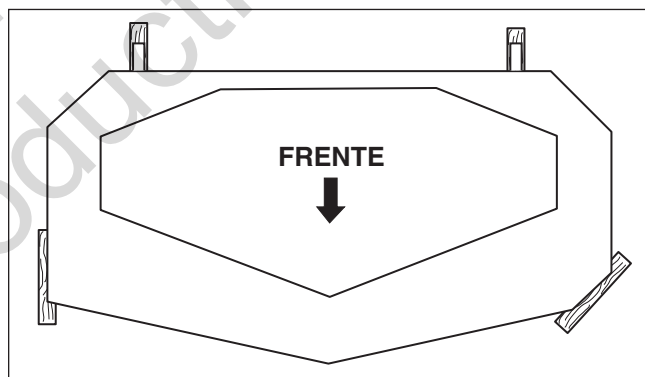

Figura 40. Lugar para bloques de 2 x 4
6. Coloque bloques de 2 x 4 bajo cada esquina de la cubierta de la podadora siendo los lados de 3 1/2" verticales. Coloque un espaciador de 1/4" (0.64 cm) de grosor arriba de los bloques de 2 x 4 traseros. Vea la Figura 40.
8. Afloje las tuercas y permita que la parte trasera de la cubierta descance sobre los bloques de 2 x 4 y los espaciadores de 1/4". Deslice las cadenas en las ranuras hasta que queden tirantes y apriete las tuercas. Vea la Figura 40.
3. Coloque bloques de 2 x 4 bajo cada esquina de la cubierta de la podadora siendo los lados de 3 1/2" verticales. Vea la Figura 40.